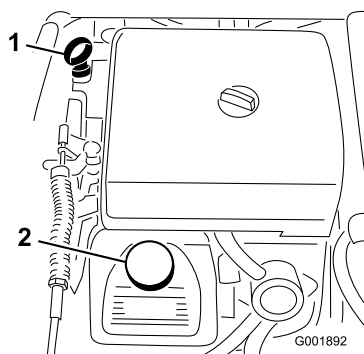

Figura 48
2. Retire a vareta e limpe-a com um pano limpo (Figura 48). Volte a colocar a vareta no tubo e verifique se está completamente introduzida. Retire a vareta e verifique o nível de óleo.
3. Se o nível de óleo estiver baixo, retire a tampa de enchimento da cobertura das válvulas (Figura 48) e adicione lentamente óleo suficiente na abertura até que o nível suba até à marca "Full" (Cheio) da vareta. Adicione o óleo lentamente e verifique o nível com alguma frequência durante o procedimento. Não encha demasiado.
8. Coloque lentamente cerca de 80% da quantidade de óleo especificada no bocal de enchimento do óleo (Figura 48).